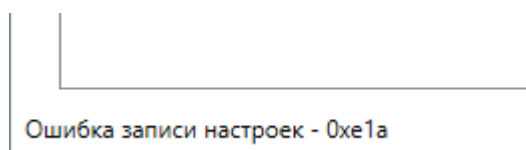

Рисунок 4.26. Ошибка записи настроек
- Если код ошибки заканчивается на 1а, как на рис. 4.26, скорее всего, проблема с настройкой опроса устройств.